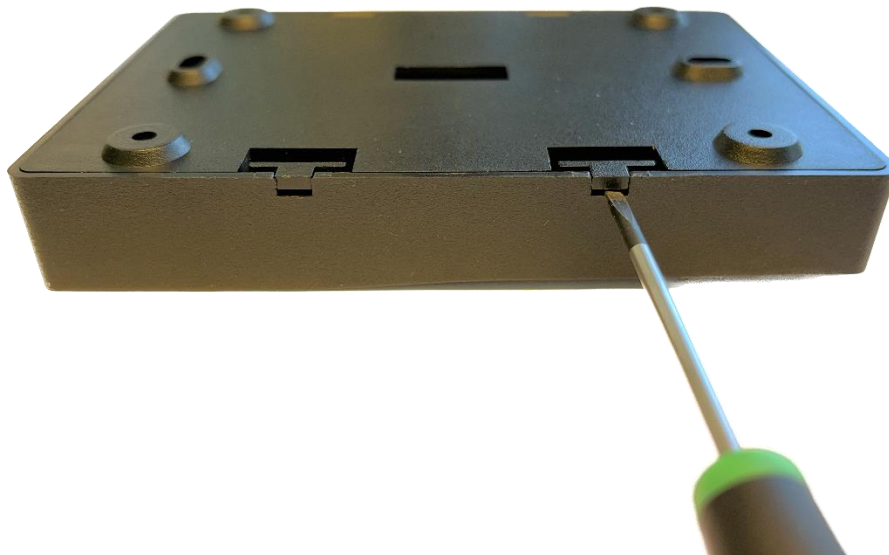

Рисунок 19. Позиционирование отвертки для отгибания защёлки
- б) перпендикулярно боковой стенке вставить отвертку шириной 2,5мм в прорезь защёлки, как показано на рисунке (Рисунок 19);